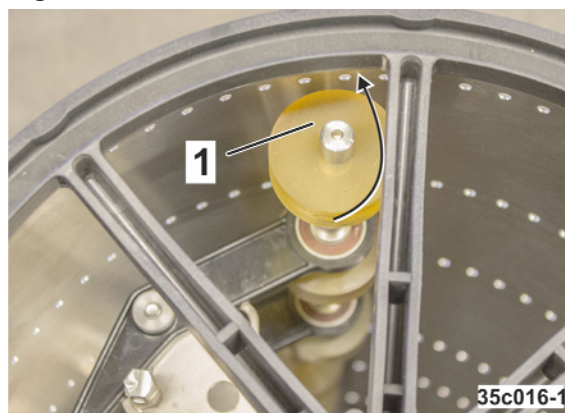

Fig. 332
1. Sæt huldækningsrullerne (Fig. 332/1) på adskillesestromlen.